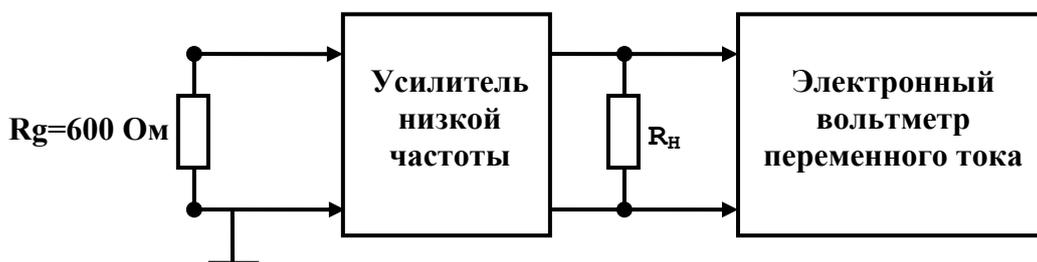

Рис. 19. Структурная схема установки для измерения уровня собственных шумов усилителя
4. Отключить генератор НЧ и подключить вместо него эквивалентный резистор  $R_g$  с сопротивлением 600 Ом (рис. 19). При том же максимальном положении регулятора громкости измерить вольтметром уровень шумов тракта  $U_{ш}$  на выходе.